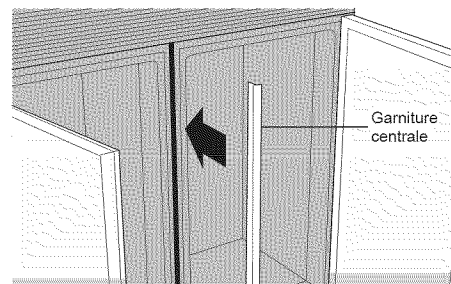

Figure 17
- Vérifiez à nouveau le niveau de chaque appareil. Selon le degré de nivellement de votre plancher, il se peut que vous deviez rajuster l'appareil plusieurs fois pour qu'il atteigne un niveau et un alignement acceptables. Laissez un espace de 9,5 mm (3/8 po) entre les appareils pour la garniture centrale (G ou H). Reportez-vous à la figure 17.